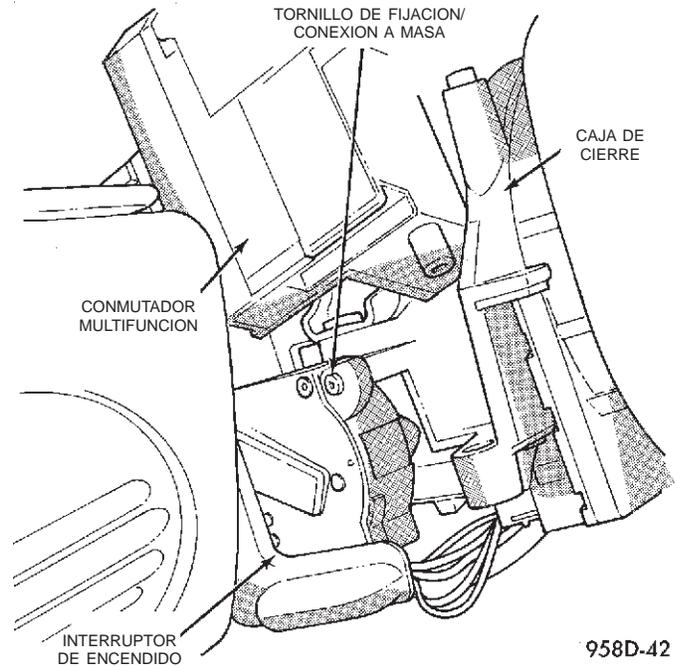

Fig. 60 Interruptor de encendido
(13) Desconecte los conectores eléctricos del interruptor de encendido (Fig. 60) y (Fig. 61).
(14) Retire el tornillo de instalación del interruptor de encendido (Fig. 60) con una barrena "de seguridad" tipo Torx® número 10.
- (1) Asegúrese de que el interruptor de encendido se encuentre en la posición RUN y que el eje del servomotor en la caja de cierre también esté en dicha posición.
- (2) Instale con cuidado el interruptor de encendido. Este se insertará sobre las lengüetas de retención (Fig. 62). Instale el tornillo de instalación (Fig. 60).
- (3) Instale los conectores eléctricos en el interruptor de encendido.
- (4) Instale las cubiertas superior e inferior.